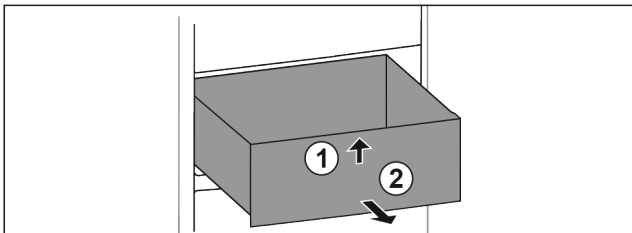

Fig. 96
- ▶ Приподнимите выдвижной ящик спереди. Fig. 96 (1)
- ▶ Извлеките выдвижной ящик движением вперед. Fig. 96 (2)